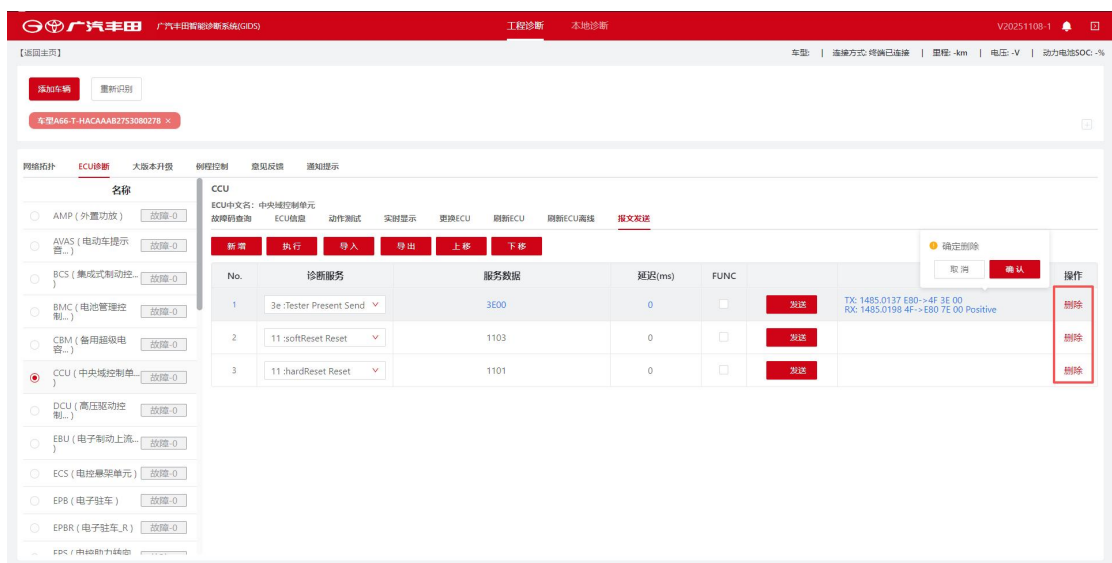

Рис. 5-43 Удаление
4. Поддерживается удаление диагностических сообщений. Выберите соответствующую диагностическую услугу в списке и нажмите [Удалить], как показано на Рис. 5-43 Удаление. Удалённое сообщение больше не отображается в списке.